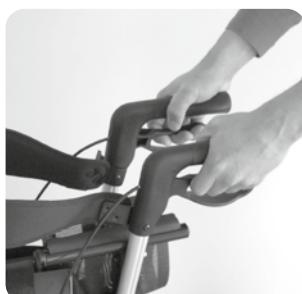

Abb. 5
2. Drücken Sie die Handgriffe nach innen und den Rollator zusammen (Abb. 5).